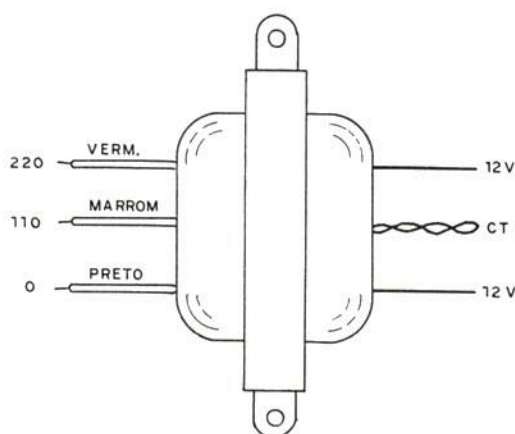

FIGURA 6
- Para soldar o transformador veja bem a posição de seus fios. Na figura 6 temos a identificação: os fios de capa plástica de cores diferentes indicam o enrolamento primário. O fio preto é comum à alimentação sendo usado o fio vermelho se a rede for de 220 V e o fio preto se a rede for de 110 V. No secundário, podemos nos orientar pela posição dos fios ou pelas cores. Se os três fios forem esmaltados o do meio será o correspondente à tomada central (CT), e se forem de capa plástica o de cor diferente será o correspondente ao CT.